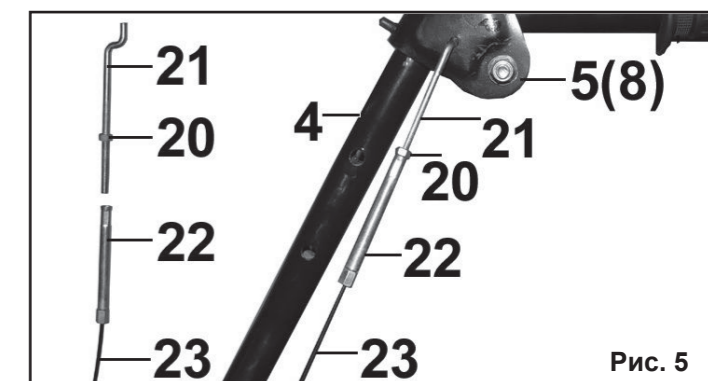

Рис. 5
6.2. Установка тросиков привода (Рис.5).